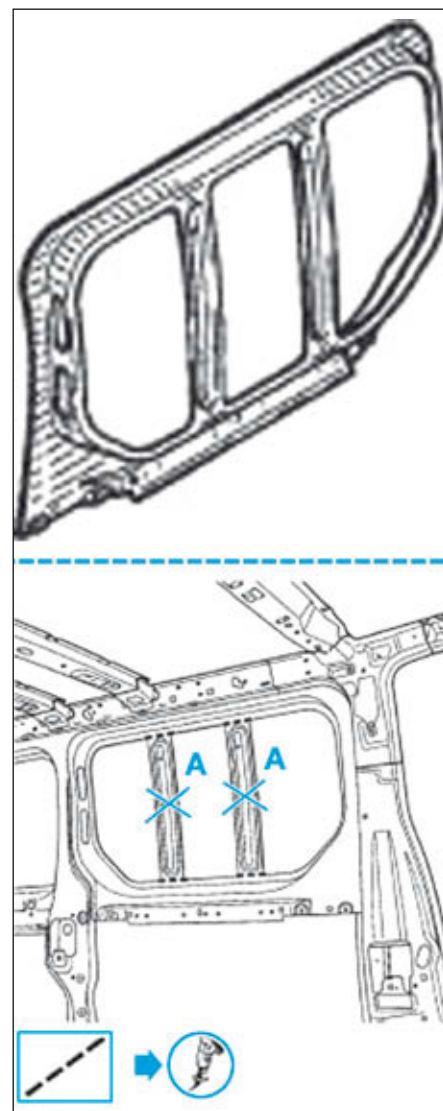

FIG.51
- Tracer puis découper la doublure supérieure (Fig.51).
- Souder par cordon MAG (Fig.51).